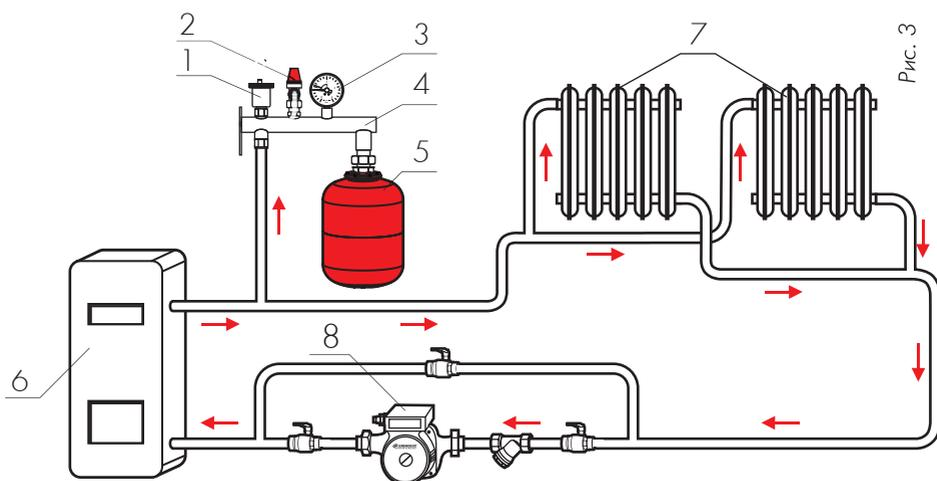

Рис. 3
5.2 Монтаж расширительного бака (Рисунок 3).